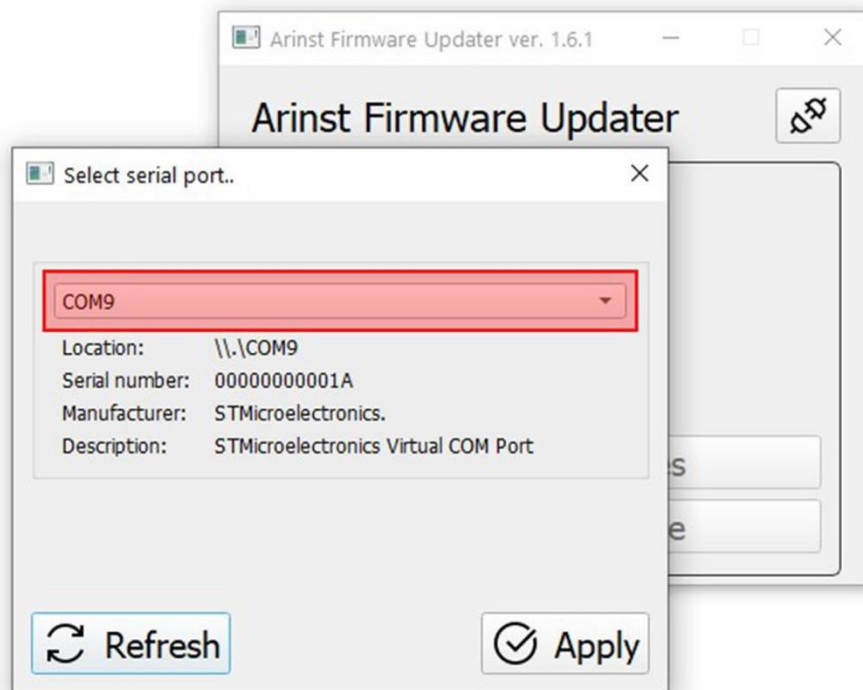

Рисунок A2.2 – Выбор виртуального COM порта для подключения прибора
2.4. В открывшемся окне, из выпадающего списка выберите виртуальный COM-порт для подключения устройства (Рисунок A2.2).